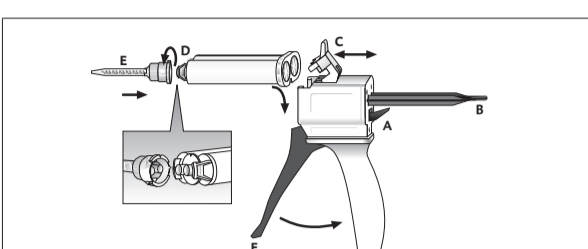

Fig. 1
- Den Hebel [Fig. 1, Pos. A] an der Rückseite des Automix-Dispensers nach oben drücken und den Schieber [Fig. 1, Pos. B] vollständig zurückziehen.
- Kunststoffriegel [Fig. 1, Pos. C] nach oben klappen, die Kartusche einsetzen und mit dem Kunststoffriegel [Fig. 1, Pos. C] arretieren.
1. Kartuschenkappe [Fig. 1, Pos. D] oder benutzte Mischkanüle nach Drehung um 90° gegen den Uhrzeigersinn abziehen und werfen.
2. Neue Mischkanüle [Fig. 1, Pos. E] aufsetzen.
- Das Material durch Betätigen des Hebels [Fig. 1, Pos. F] am Automix-Dispenser in der Mischkanüle mischen und direkt applizieren.
- Kunststoffriegel [Fig. 1, Pos. C] nach oben klappen und die Kartusche entnehmen.